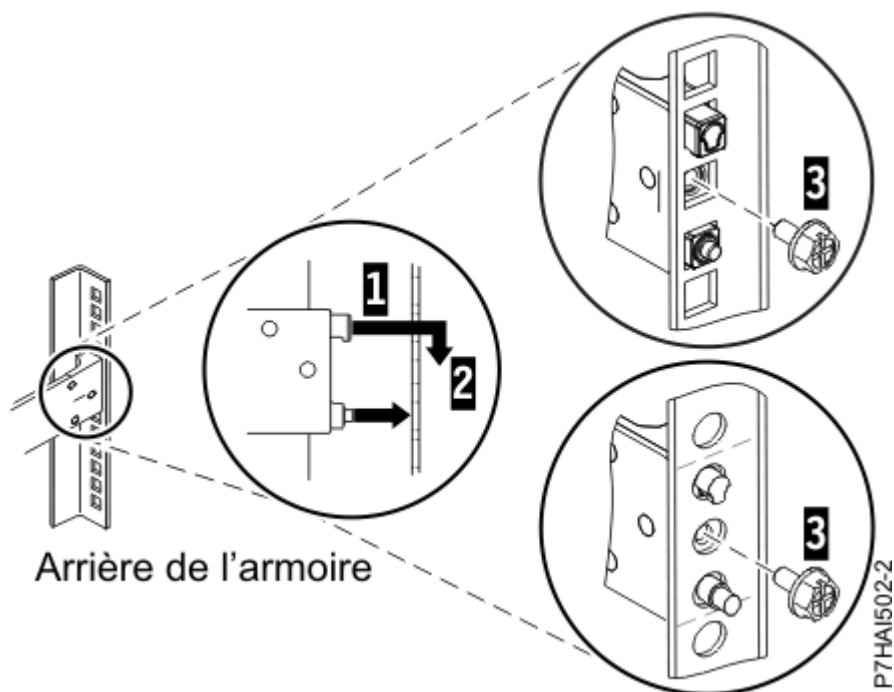

Figure 3. Alignement et fixation des broches dans les trous situés à l'arrière de l'armoire
3. Alignez les deux broches situées à l'arrière de la glissière, sur les trous supérieur et inférieur précédemment marqués de l'unité EIA sélectionnée. Tirez la glissière vers vous et insérez les deux broches dans les deux trous de l'armoire **(1)** et abaissez la glissière **(2)** pour engager le crochet sur la broche. Pour plus de détails, voir Figure 3, à la page 5. Avant de passer à l'étape suivante, vérifiez que les deux broches traversent les trous de l'armoire.